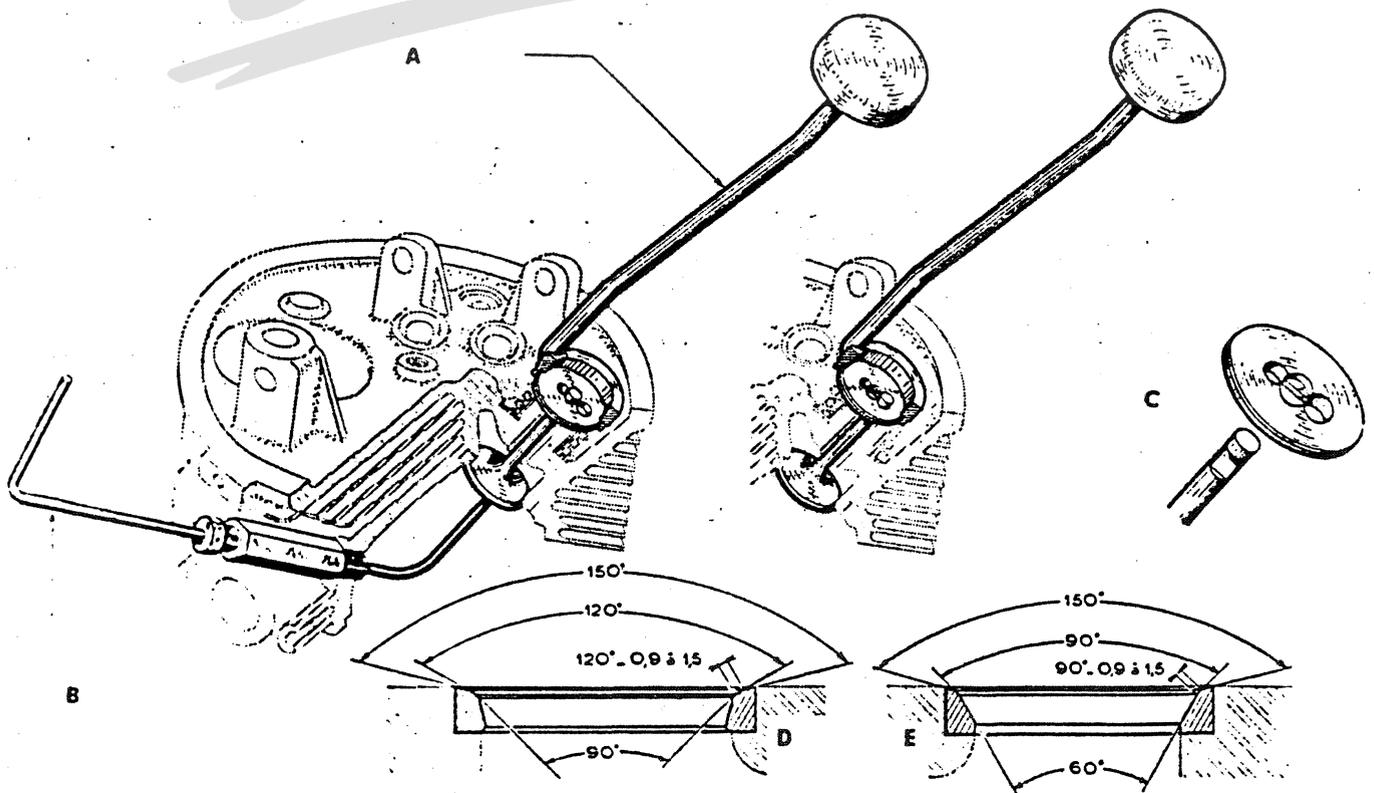

Bild 3 Aus- und Einbau der Ventile
**Anmerkung:** Der Ventilsitz muss eine Breite von 0,9—1,5 mm aufweisen. Wenn aber der Ventilsitz zu breit ist, muss der untere Teil desselben mit einem Schleifstein reduziert werden (siehe Abbildung 3). Die Einlassventilsitze mit einem Stein